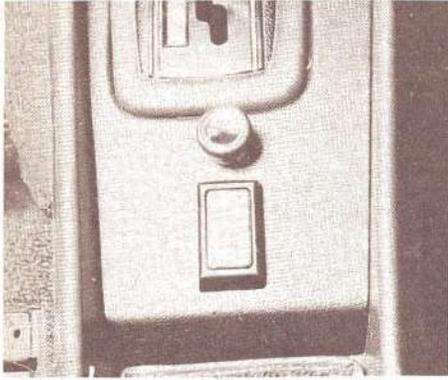

Fig. 3
- d) Danach Lautsprecher nach Fig. 3 montieren und Abdeckung festschrauben.
- d) Mount speaker according to fig. 3 and screw on covering.